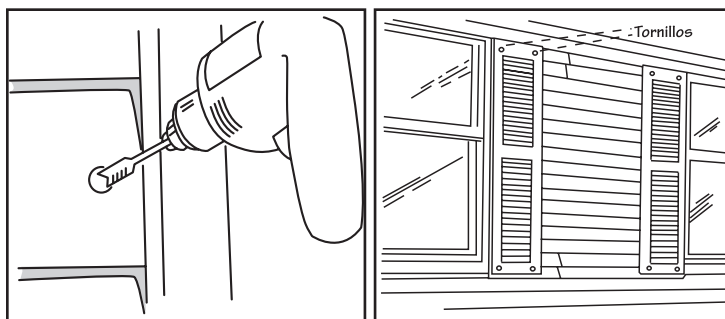

Figura 74.
- Usando las marcas de los agujeros como guía, taladre los agujeros de dilatación a través del revestimiento en donde se ubicarán los tornillos de sujeción, por lo menos 1/4" (6.4mm) más grandes que el diámetro del tornillo (Figura 74).